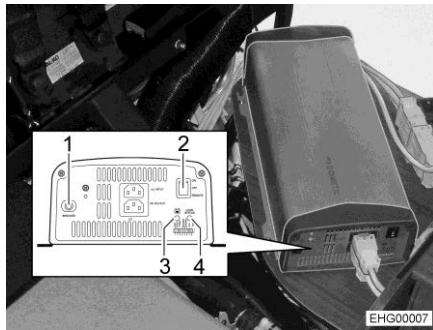

Fig. 92 Invertitore (rappresentazione di esempio)
- Posizionare l'interruttore principale (Fig. 92,2) su "ON". Il LED campo tensione di entrata (Fig. 92,3) si illumina di verde.
- Posizionare l'interruttore principale (Fig. 92,2) su "REMOTE". Il comando tramite interruttore di telecomando è abilitato.
- Posizionare l'interruttore principale (Fig. 92,2) su "OFF". Il LED campo tensione di entrata (Fig. 92,3) si spegne.